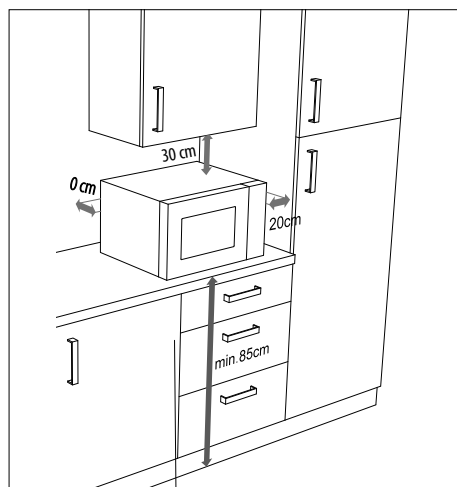

Fig. 4 – Distance entre les appareils
- ▶ Les distances illustrées dans la (**voir Fig. 4**) doivent être respectées pour une ventilation suffisante. L'espaceur au dos de l'appareil doit toucher le mur. Il garantit la bonne distance lors de l'installation du four à micro-ondes.